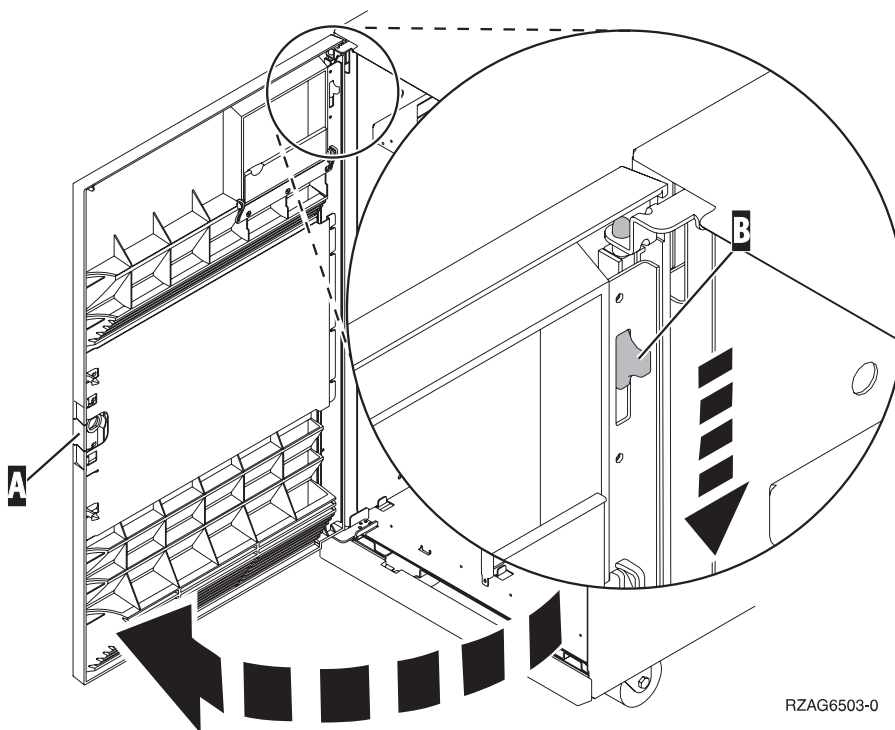
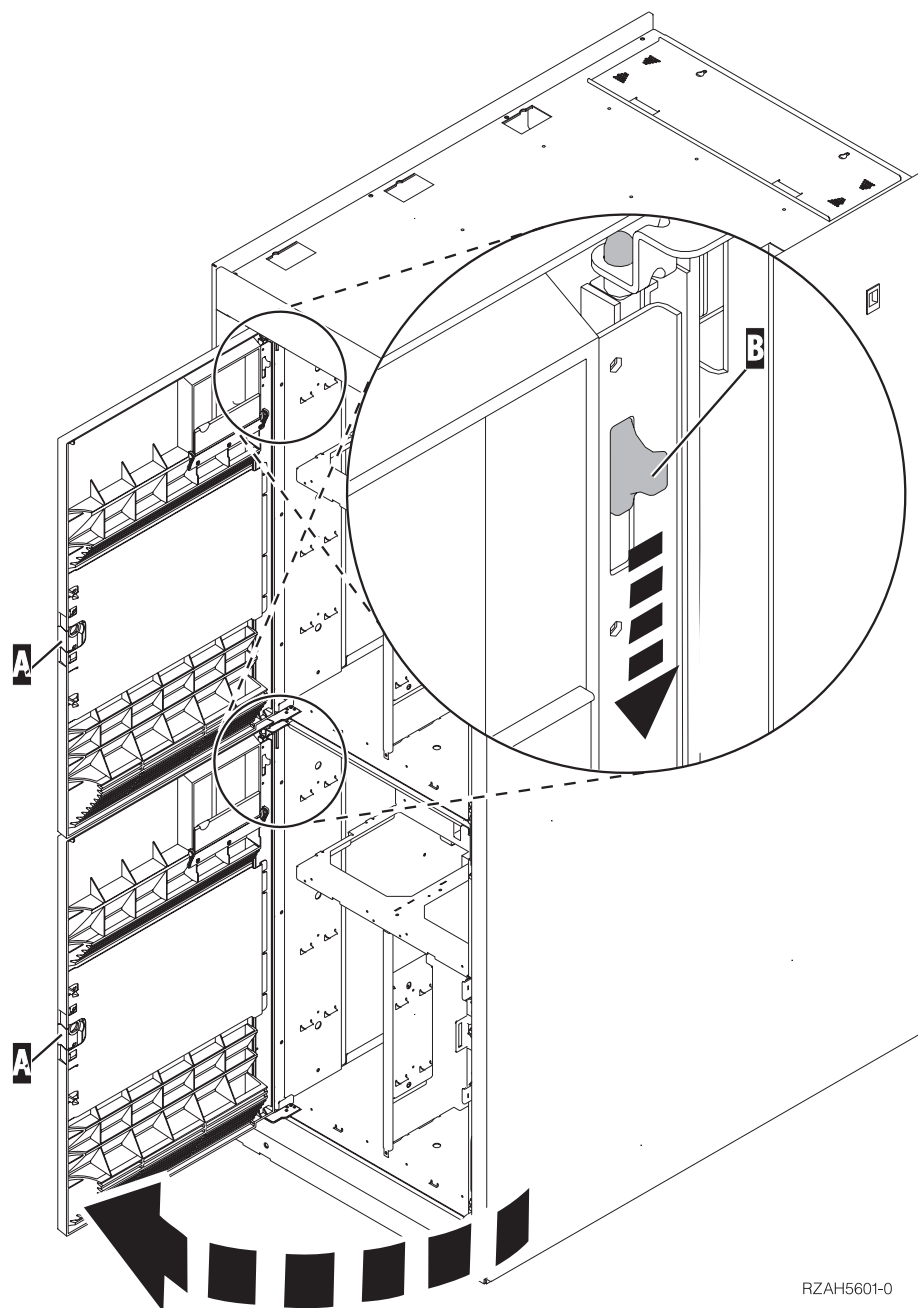

Figure 1. Ouverture du panneau avant (5074, 5094, 5095, 830, 840, 870, 890)
Figure 2. Ouverture du panneau avant (5079)
- ___ 2. Ouvrez le panneau avant **A** (figure 1, 5074, 5094, 5095, 830, 840, 870 ou 890 ; figure 2 à la page 3, 5079 ou 5294).
- ___ 7. Ouvrez le panneau avant **A** (figure 1 à la page 2, 5074, 5094, 5095, 830, 840, 870, 890 ; figure 2 à la page 3, 5079 ou 5294).
- ___ 8. Si nécessaire, utilisez le loquet **B** pour retirer le panneau avant (figure 1 à la page 2, 5074, 5094, 5095, 830, 840, 870, 890 ; figure 2 à la page 3, 5079 ou 5294).